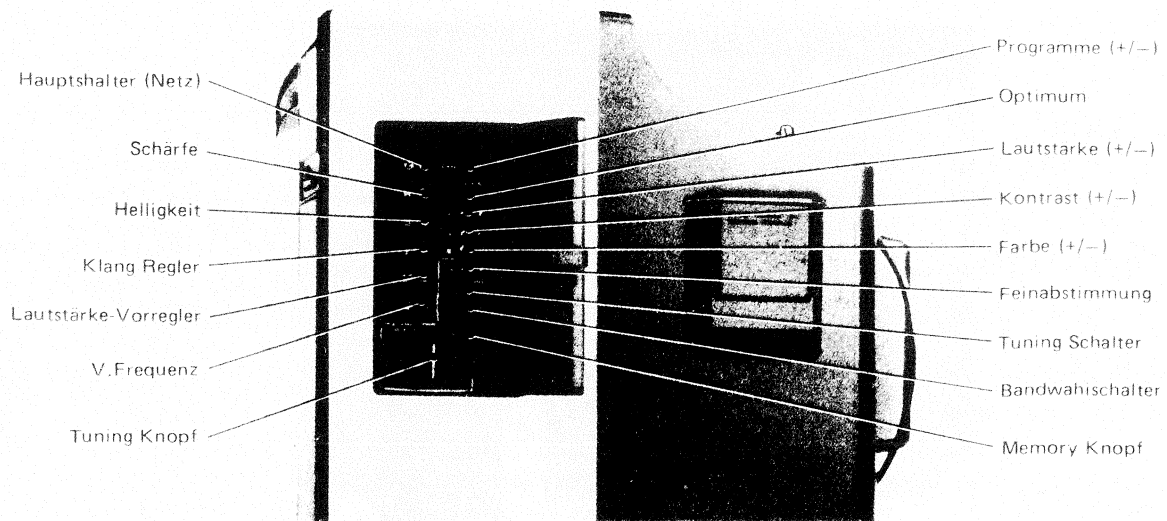
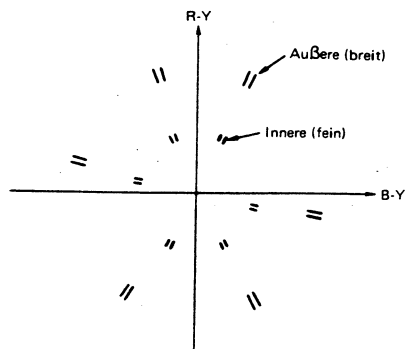

Abb. 2 Bedienung (II)
Abb. 6 Vektor-Muster vom Farbbalkensignal
- (1) Normales Farbbalkensignal 65–90dB/μV einstellen.
- (2) Stellen Sie den Schärfenregler VR272 und den Helligkeitsregler VR273 in die Klickstellung und betätigen Sie die Optimum-Taste. (Abb. 2)
- (3) Die Farbe auf minimum einstellen. (Setzen den Service-shalter S201 in die "C" Position.)
- (4) Schließen Sie zwischen den Meßpunkten TP2 (+) und TP1 (–) auf der Hauptplatine ein DC Amperemeter mit einem Meßbereich von 1mA an.
- (5) Stellen Sie den Regler VR201 auf der Hauptplatine so ein, daß auf dem Amperemeter eine Anzeige von $500 \pm 20 \mu A$ abzulesen ist.
- (6) Stellen Sie den Schalter S201 in die "N" (mittel) Position.
- (1) Stellen Sie das Gerät auf ein Programm ein.
- (2) Drücken Sie die Optimum-Taste. (Abb. 2)
- (3) L301 auf der Hauptplatine auf maximale Lautstärke abgleichen.
- (1) Stellen Sie ein Farbbalkentestbild ein.
- (2) Drücken Sie den AFT-Taste.
- (3) Drücken Sie die Optimum-Taste (Abb. 2) sollte in Mittelstellung stehen.
- (4) Den Farbvorregler VR602 auf der Hauptplatine in Mittelstellung bringen. Den Pegelregler (Level Adj. VR601) auf der Hauptplatine in Uhrzeigersinn auf 90° aus der Mitte einstellen.
- (5) Schließen Sie die X-Y-Eingänge des Oszilloskops an den TP-46B (B-Y OUT) und den TP-46R (R-Y OUT) auf der Hauptplatine an. Stellen Sie die Helligkeit des Oszilloskops so ein, daß die sechs äußeren und die sechs inneren Farbpunkte im Vektor Diagramm einwandfrei zu sehen sind. (Abb. 6)